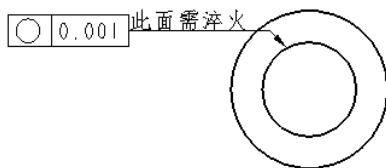

图 5.6.3 “注解弯头”选项
- ☑ **注解弯头** : 将几何公差附着在注解弯头 (即注解引线的水平部分) 上 , 如图 5.6.3 所示 , 其中 , 注解须是系统自动生成的注解或在零件模式中添加的注解。